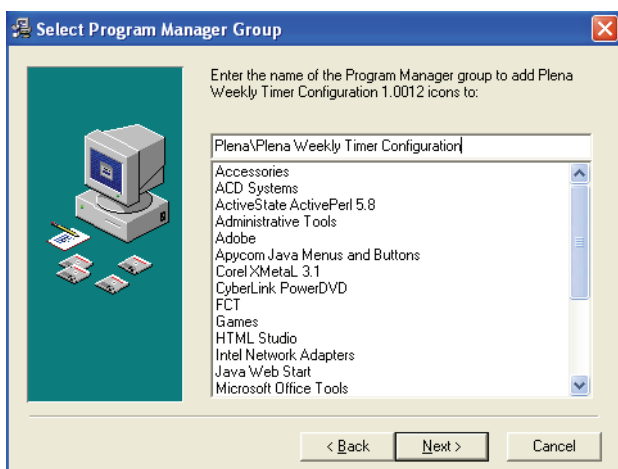

figura 8.3: Seleccionar grupo administrador de programa
- 3 Seleccione la carpeta de destino y a continuación haga clic en [Next]. Se mostrará una ventana similar a la de figura 8.3.